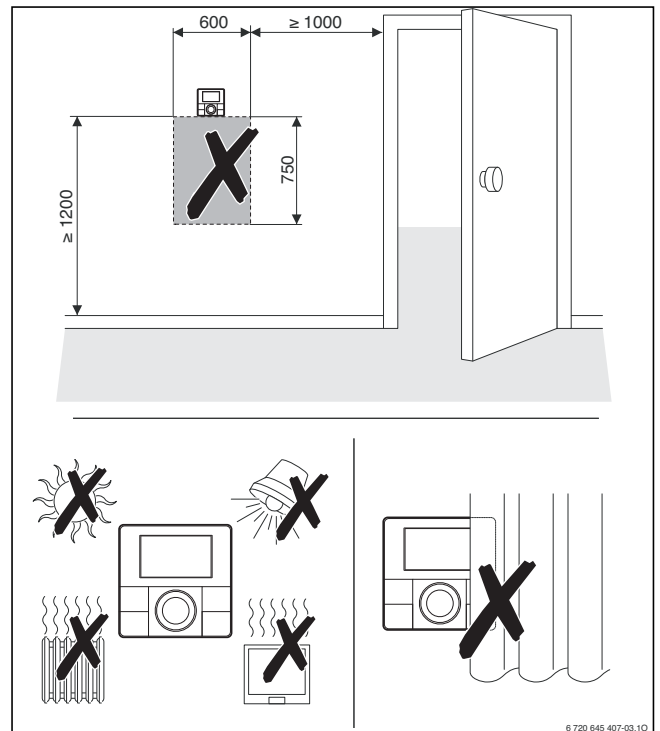

Bild 73 Position der Bedieneinheit RC... im Referenzraum (Maße in mm)
- Bedieneinheiten deshalb für die raumtemperaturgeführte Regelung im Referenzraum installieren (→ Bild 73).